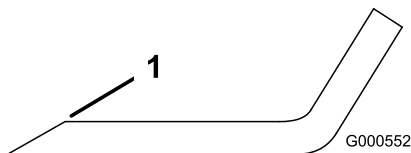
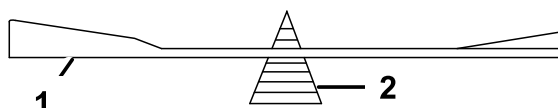

Figura 45
Figura 46
1. Utilice una lima para afilar el filo de corte en ambos extremos de la cuchilla (Figura 45). Mantenga el ángulo original. La cuchilla permanece equilibrada si se retira la misma cantidad de material de ambos bordes de corte.
2. Verifique el equilibrio de la cuchilla colocándola sobre un equilibrador de cuchillas (Figura 46). Si la cuchilla se mantiene horizontal, está equilibrada y puede utilizarse. Si la cuchilla no está equilibrada, rebaje algo del metal en la parte de la vela solamente (Figura 45). Repita este procedimiento hasta que la cuchilla esté equilibrada.